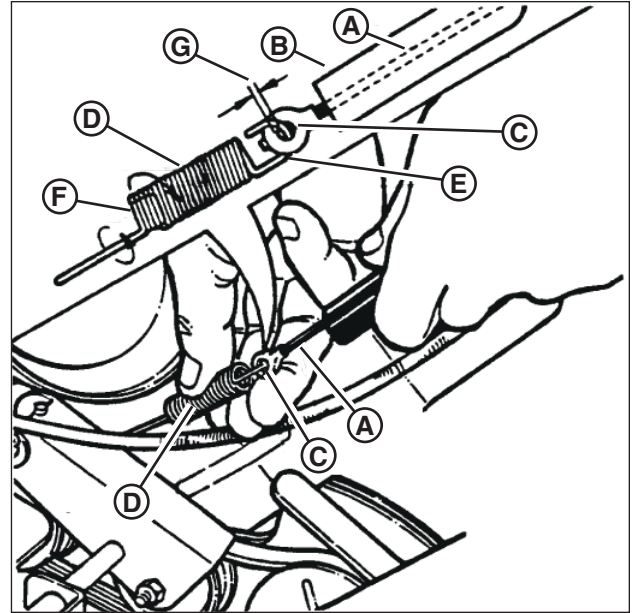

Figure 23 : Réglage de la commande de roues motrices
- La commande de roues motrices est correctement ajustée lorsqu'il y a 1/16 po à 1/18 po de dégagement (**G**, **Figure 23**) entre l'intérieur du mousqueton (**E**) et l'intérieur de la cosse de pédale d'embrayage (**C**) avec la commande de roues motrices relâchée.